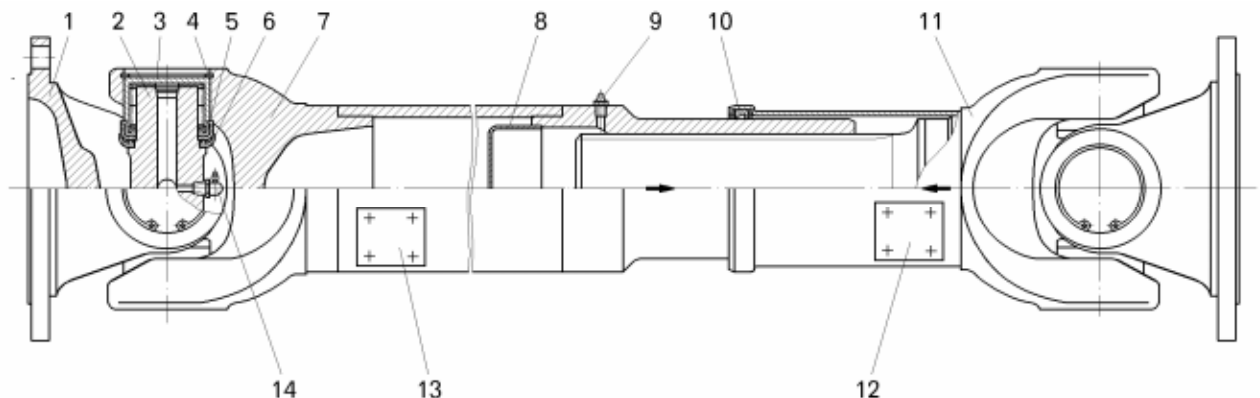

Рисунок 7.5 – Карданный вал ведущего моста:
Карданный вал ведущего моста (рисунок 7.5) состоит из двух карданных шарниров, соединенных между собой подвижным шлицевым соединением с уплотнением.
- разъединить вал-вилку 7 (смотри рисунок 7.5) и скользящую вилку 11;
- установить на шипы крестовины 2 (смотри рисунок 7.5) защитные торцовые уплотнения 6 смазанные смазкой;